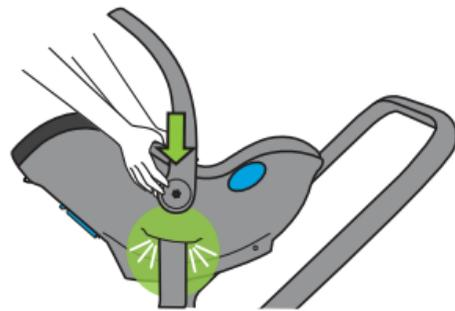

Figure 75
- Appuyez sur chacun des côtés du porte-bébé pour verrouiller chaque adaptateur, comme indiqué à la **Figure 75**.